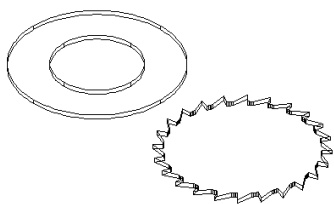

图 13-53 打开结果
- 01 打开随书光盘中的“素材文件\第 13 章\实例 149.dwg”，如图 13-53 所示。